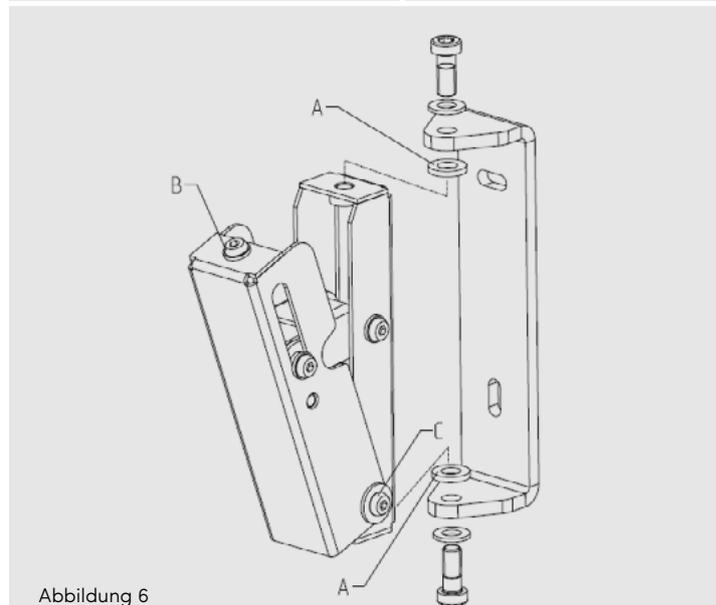
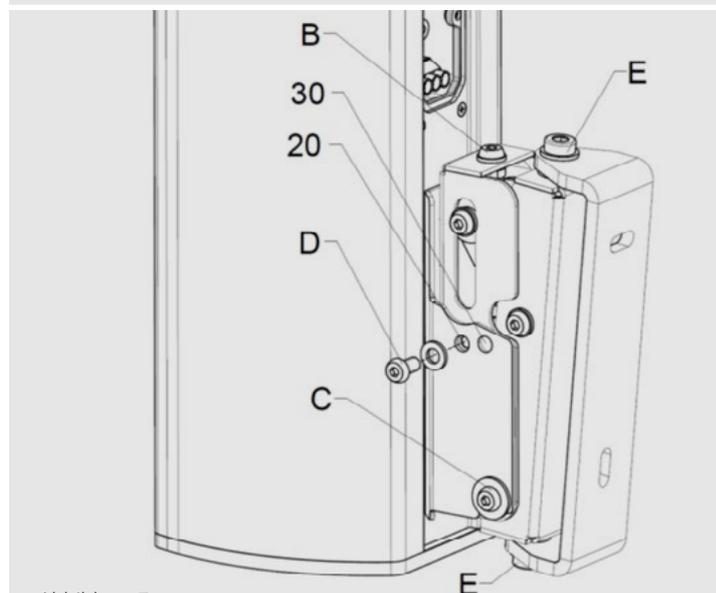

Abbildung 6
Abbildung 7
3. Befestigen Sie den **WLX-100** oder **WLX-221** mit zwei Schrauben und Dübeln am Gebäude. Hierzu muss der Halter vom Wandwinkel demontiert werden. Vergessen Sie bei der Montage nicht, die beiden Zahnscheiben (A) jeweils zwischen Halter und Wandwinkel zu platzieren. **SIEHE ABBILDUNG 6.**
4. Stellen Sie den Halter in eine ungefähr senkrechte Stellung, indem Sie die Verstellspindel (B) nach rechts drehen.
5. Lösen Sie die Schrauben (C) um ca. drei Umdrehungen.
6. Setzen Sie den Lautsprecher mit dem Aufnahmeblech auf den Wandhalter. Dabei muss das Aufnahmeblech beidseitig in der Schraube (C) einrasten. Die Unterlegscheibe (C) soll sich zwischen Aufnahmeblech und Schraubenkopf befinden. **SIEHE ABBILDUNG 7.**
7. Danach werden beidseitig die Fixierschrauben (D) mit Unterlegscheiben eingeschraubt und festgezogen auf 8-10 Nm. Dabei gibt es zwei Möglichkeiten: Wird die vordere Bohrung (20) verwendet, ergibt sich ein Verstellwinkel von 0-20°; wird die hintere Bohrung (30) verwendet, ein Winkel von 10-30°. **ACHTUNG: LEN-150 und LEN-220 dürfen maximal um 20° geneigt werden!**
8. Stellen Sie den gewünschten Neigungswinkel ein. Hierzu drehen Sie die Verstellspindel (B) nach links. Sollten Sie den Neigungswinkel wieder verringern müssen, drehen Sie die Verstellspindel zurück; dabei sollten Sie den Lautsprecher etwas entlasten und in Richtung Wandhalter drücken.
9. Lösen Sie die Klemmschrauben (E) der Horizontalachse etwas und drehen Sie den Lautsprecher in seine gewünschte Position.
10. Sind Neigung und Drehung zufriedenstellend, ziehen Sie die Klemmschrauben (E) auf ein Drehmoment von 20 Nm an, die Klemmschrauben (C) auf 8 Nm.